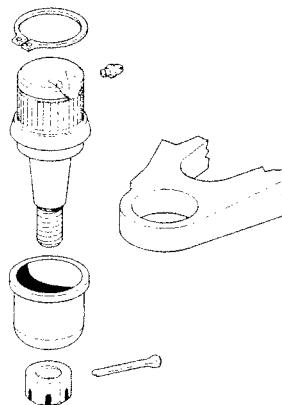

FIGURE 2
11. Après s'être assuré que le bras de suspension et la fusée sont en bon état, procéder à l'installation comme suit: Placer le nouveau joint à rotule prêt à être pressé de telle sorte que le trou du graisseur soit placé face à l'avant du véhicule (VOIR FIGURE 2). Presser le joint à rotule carrément dans le bras de suspension jusqu'à ce que l'épaulement s'ajuste solidement dans le bras de suspension. Ne jamais se servir d'un marteau pour asseoir un joint à rotule dans un bras de suspension.